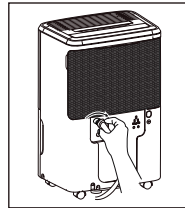

fig. 3
- d. Atornille la manguera de jardín en la parte roscada del conector de drenaje. (fig. 3)